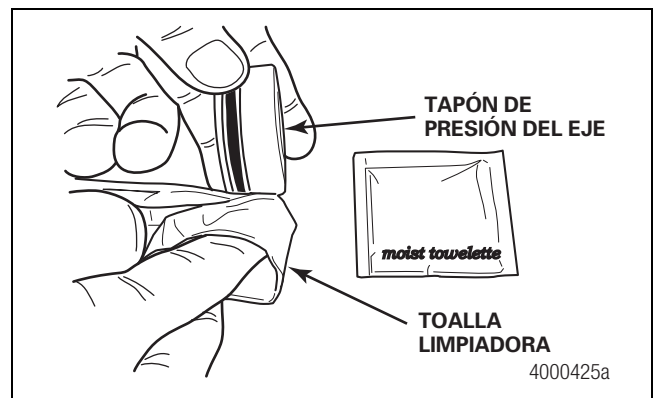

Figura 2.17
12. Limpie la superficie descubierta del anillo O y la superficie exterior de un tapón de presión del eje con ayuda de una toalla limpiadora incluida en el kit de instalación. Para cada extremo de rueda use una toalla limpiadora. Proteja el tapón limpio de otras sustancias contaminantes. Figura 2.17.